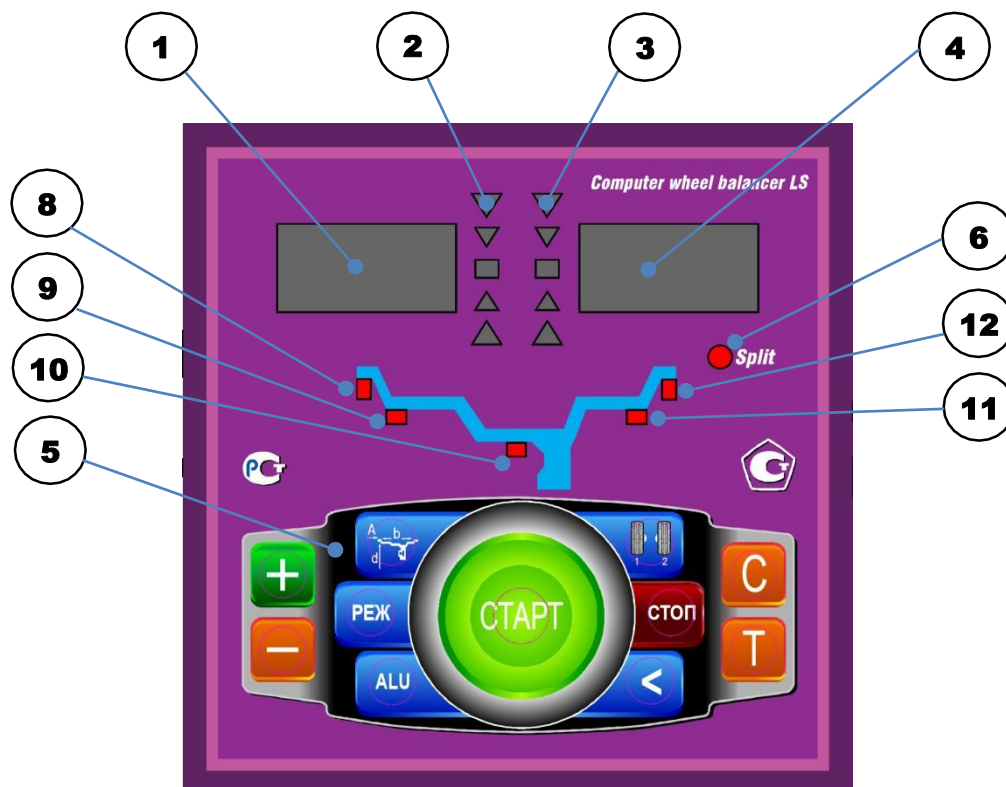

рис.8.1.
8.1. Общий вид лицевой панели показан на рис. 8.1.
При выдвижении штанги на индикаторах 1 (рис. 8.1) отображается значение параметра "А". Значение параметра "d" отображается на индикаторах 4.
Для ввода ширины нажмите кнопку "+" или "-" на индикаторах 1(рис.8.1) высветится "-b-", а на индикаторах 4 значение ширины диска. Через 2-3 сек после установки ширины индикаторы в режим отображения текущего дисбаланса.
Дважды нажать кнопку "A, d, b", после чего на индикаторах 1 (рис.8.1) загорается символ "A", а на индикаторах 4 исходная величина дистанции. Нажимая кнопки "-" и "+" установить на индикаторах 4 требуемую величину дистанции. Через 2-3 сек после установки дистанции показания на индикаторах 1 и 4 возвращаются к отображению текущего дисбаланса, а кнопки "-" и "+" возвращаются в режим ввода ширины обода.
11.1.Переключение схем ALU1-ALU5 осуществляется последовательным нажатием кнопки "ALU" при этом схема установки грузов отображается загоранием соответствующих светодиодов 8-12 (рис.8.1), кроме того, на индикаторах 1 отображаются символы ALU, а на индикаторах 4 номер 1-5. Через 2-3 сек. после установки требуемой программы ALU индикаторы 1-4 переходят в режим отображения дисбаланса.
12.3. Для входа в программу Split удерживайте кнопку РЕЖ, до того как загорится светодиод 6 (рис.8.1) и на индикаторах 1 загораются символы "SPn", означающие, что необходимо ввести число спиц обода колеса, подлежащего балансировке. При этом на индикаторах 4 загорается цифра 5. Если число спиц колеса отличается от 5, кнопками "-" и "+" установить на индикаторах 4 фактическое число спиц колеса.
12.4. Запустите СБ. После остановки вала установите любую спицу обода колеса вертикально вверх (на 12 часов) и нажмите кнопку С. После чего, на индикаторе 1 и линейке 2 (рис.8.1) будут указаны величина и место установки корректирующего груза на внутренней плоскости.
осуществляется нажатием "A,d,b" на индикаторах 4 (рис.8.1) будут последовательно отображены, установленные в данный момент диаметр, ширина обода и дистанция.
14.1. При включении тумблера питания СБ на индикаторах 1 (рис. 8.1) высвечивается трёхзначное число -номер версии программного обеспечения. Через 2-3 сек на индикаторах 1 и 4 должны загореться нули, кроме того должны загореться светодиоды 8 и 12, что свидетельствует о включении режима стандартной балансировки с установкой на обеих плоскостях коррекции грузиков на пружинках. На линейках 2 и 3 (рис. 8.1) должны загореться центральные светодиоды.
14.2. При включении СБ программа измерения дисбаланса настраивается таким образом, что дисбаланс менее 8 г (заводская установка для легкового режима) на любой плоскости коррекции не показывается, в этом случае на индикаторах 1 и 4 (рис. 8.1) высвечиваются "0". Минимальный дисбаланс отображающийся на индикаторах 1 и 4 равен 8г. Дисбаланс, превышающий 8г, округляется до величины кратной 5, т. е. дисбаланс 9, 10, 11 и 12 г отображается цифрой 10, дисбаланс 13, 14,15, 16 и 17 г - цифрой 15 и т. д. Для просмотра неокруглённого значения дисбаланса или дисбаланса менее 8г. необходимо нажать кнопку "<", при этом на индикаторах 1 и 4 на 2-3 сек высвечиваются фактические значения дисбаланса, определённые в данном запуске.